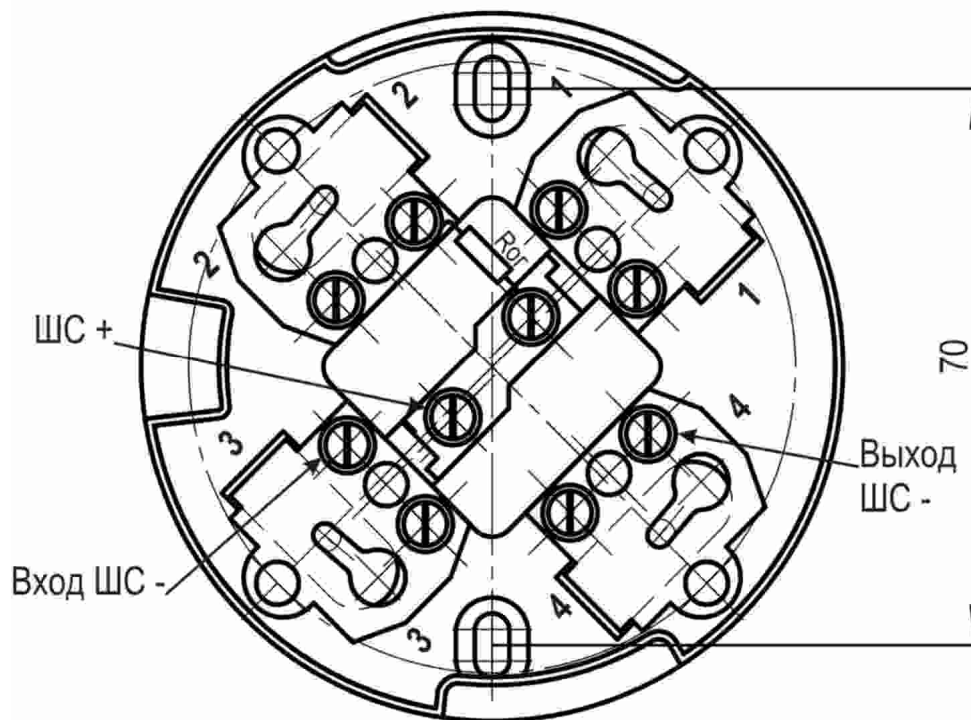

Рисунок 2
- разметить места установки дюбелей согласно рис. 2;
8.7 Подключение извещателей ИПК-3, ИПК-4, ИПК-7 (см. рис. 2 и 4).